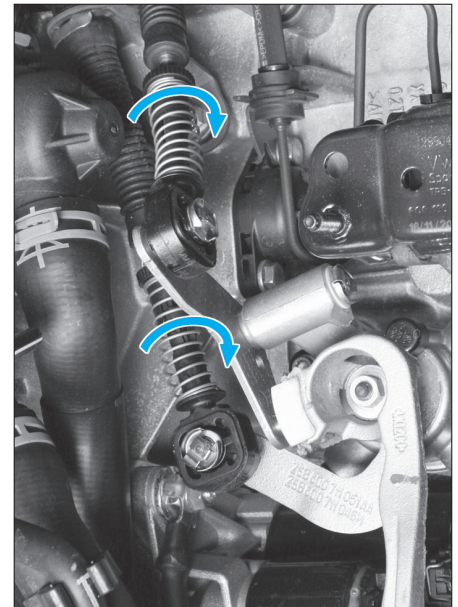

Fig. 7
- Tourner maintenant le mécanisme de sûreté des câbles de sélection vers la droite jusqu'en butée (Fig.7).